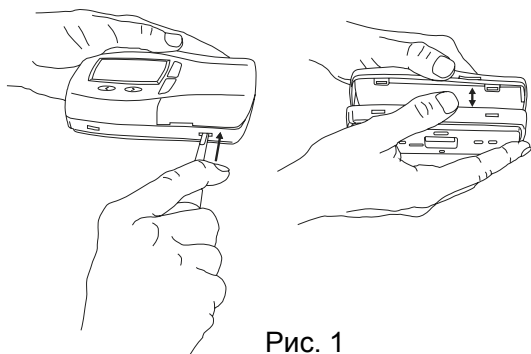
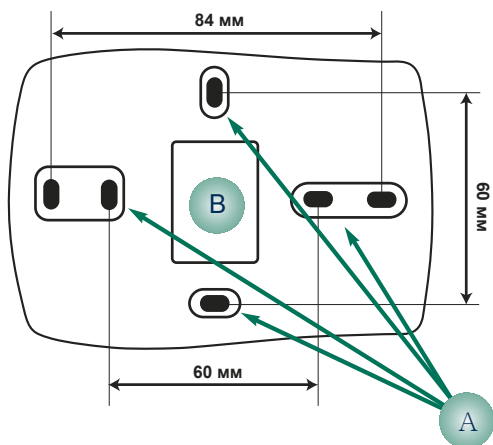

Рис. 1
Рис. 3
Вскройте фронтальную панель агрегата с помощью отвертки или похожего инструмента, отделяя ее от нижней части пульта (см. Рис. 1). После вскрытия фронтальной панели просверлите в стене два отверстия диаметром 4 мм на необходимом расстоянии (см. Рис. 3 пункт А).
- JST 3-ходовой коннектор для соединения с ST542, встроен в фронтальную панель и доступен при ее вскрытии (с помощью отвертки), как показано на Рис. 1.
Кабели необходимо протянуть через отверстие обратной стороны пульта (Рис. 3 пункт В)